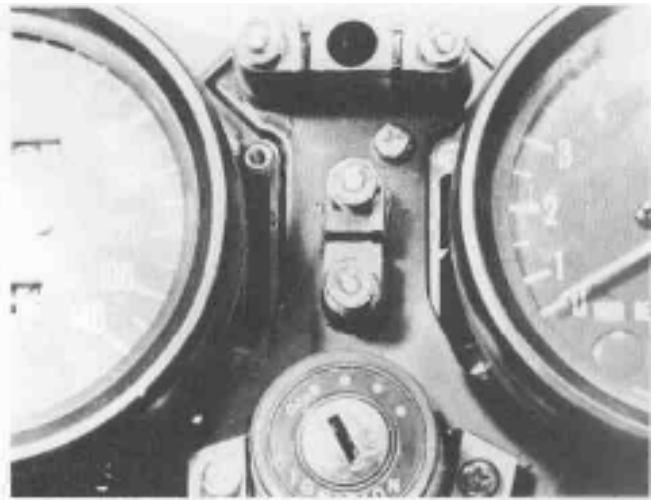

Bild 345
- Bei einem Defekt lässt sich der Schalter durch Entfernen der zwei Kreuzschlitzschrauben in den Befestigungslaschen (Bild 345) ausbauen, wenn man ausserdem noch den Mehrfach-Kabelstecker am Ende des kurzen Zuleitungskabels abzieht. Das Zündschloss ist in seiner Halterung durch eine ringförmige Mutter befestigt.